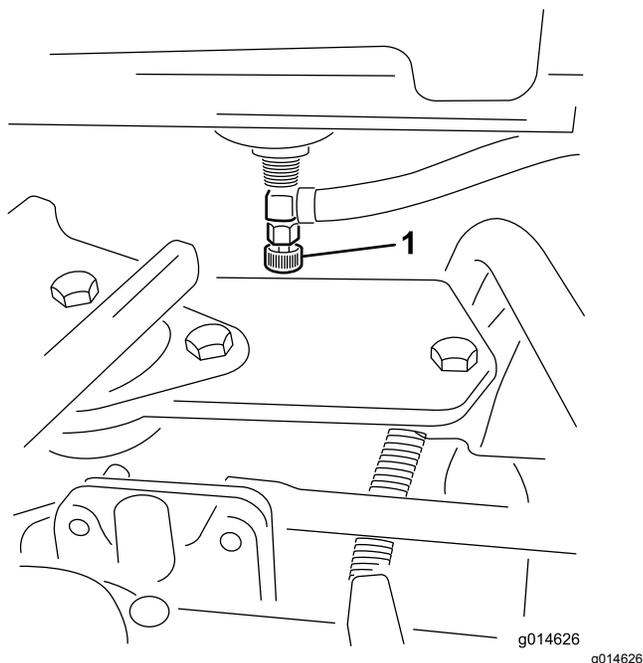

図 48
1. 長期間保管する場合には燃料バルブ 図 48 を閉じておく。